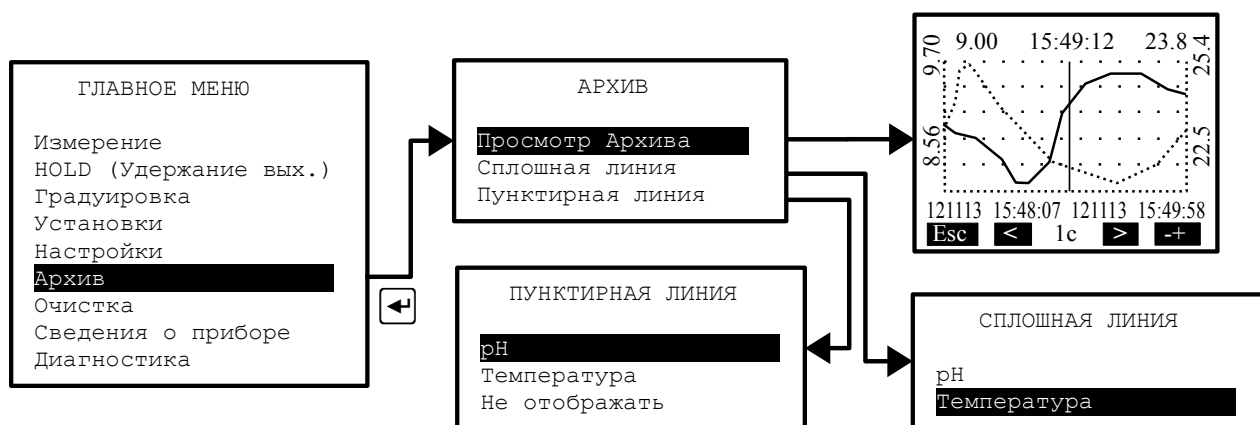
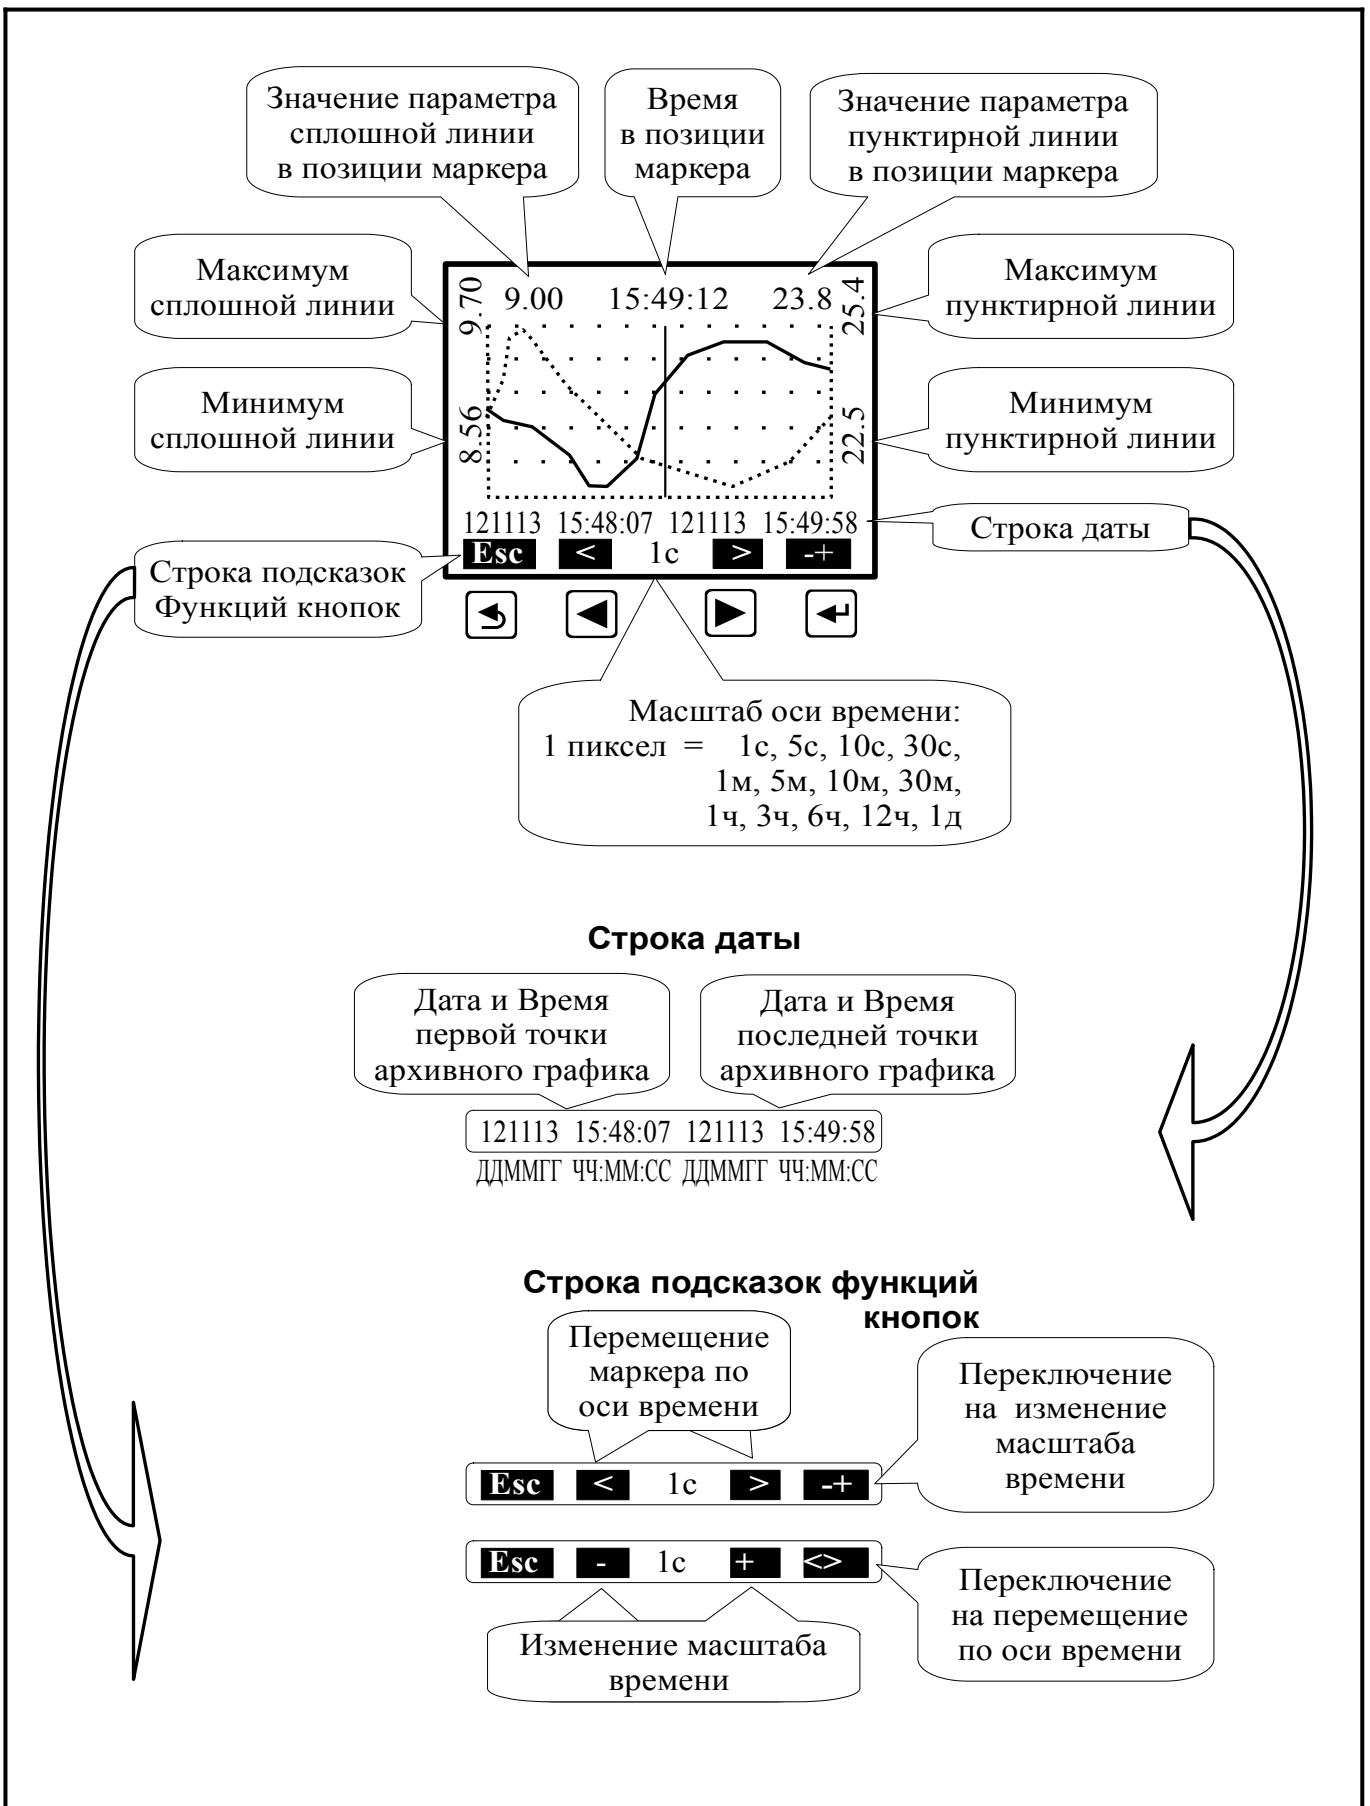

Рисунок 18 - Структура меню «АРХИВ»
Рисунок 19 - Описание элементов управления и отображения данных в подменю «Просмотр архива»
3.3.6.3 Установленные архивные данные можно посмотреть на дисплее ИП (Рисунок 18, Рисунок 19).
- **Просмотр архива** - в этом режиме просматривается архив одного или двух заранее заданных параметров (основного и температуры). Правая кнопка позволяет переключать режим управления маркером: кнопками и либо изменяется интервал дискретности по времени, либо перемещается маркер, указывающий на время просмотра и состояние измеряемых параметров в это время (Рисунок 19).
Масштабирование оси времени и перемещение по оси времени осуществляется кнопками в режиме «Просмотр архива» (смотри Рисунок 19).